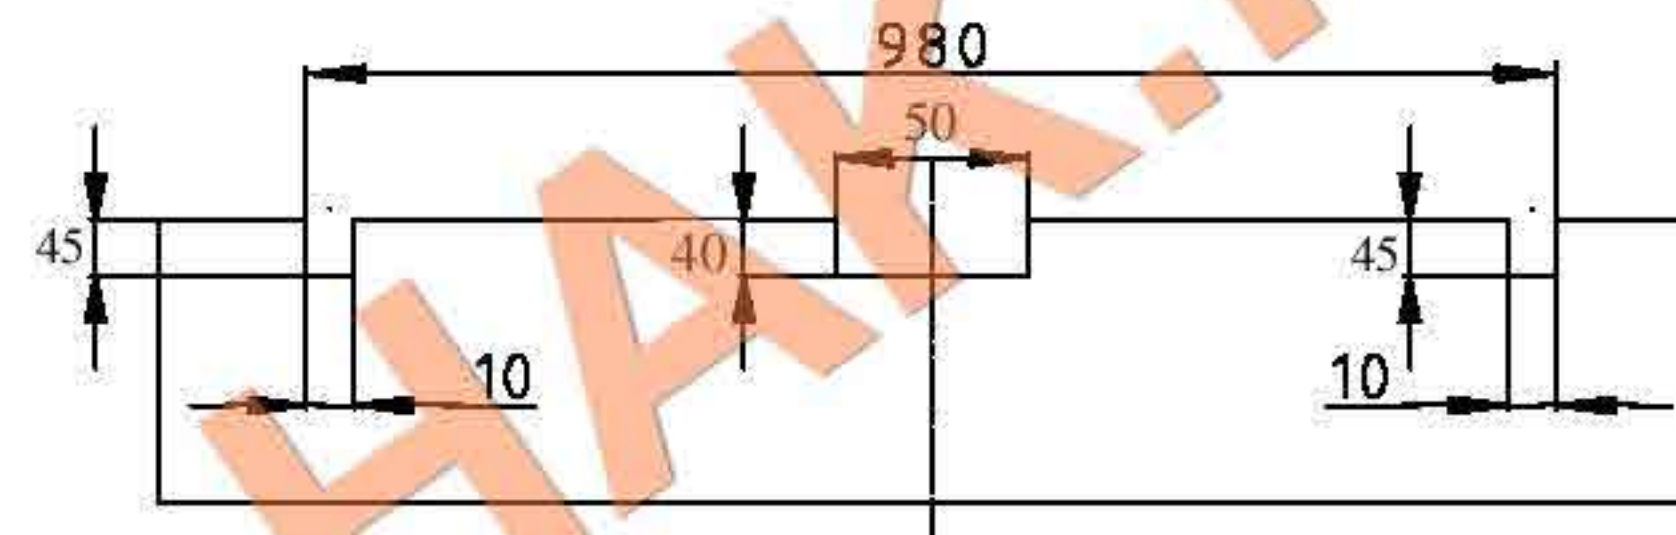

Fig.2
4. Fixați bara de protecție după ce taie fragmentul său - vezi fig. 2 (în interior, parcul central).